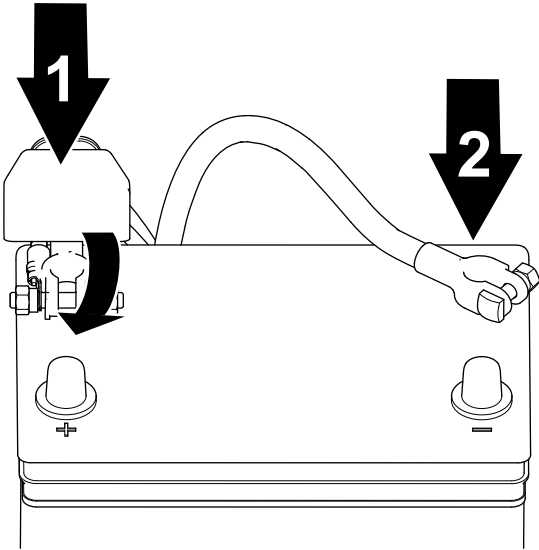

图 39
2. 将正极接线连接到电池拧紧电池夹螺母图 39。
3. 将负极接线连接到电池拧紧电池夹螺母图 39。